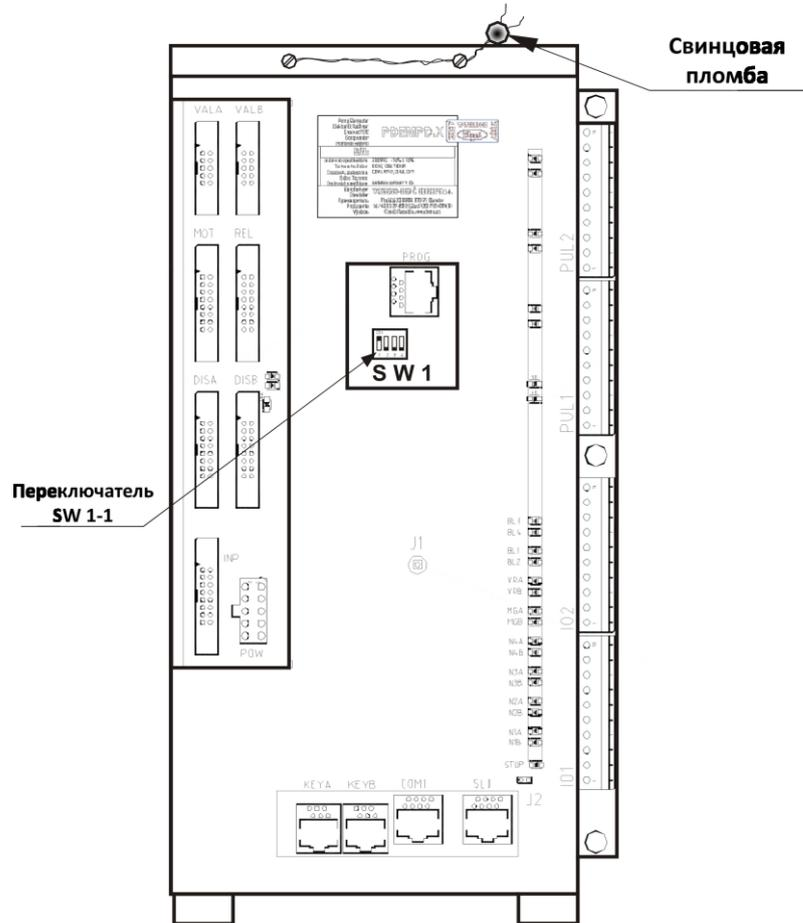

Рисунок 3.
Пломбировке подлежит также суммарный электронный счетчик ТРК, для чего фискальный переключатель (SW1-1) блока процессора предварительно переводится положение ON (вверх - блокировка изменений метрологических параметров), а затем защитный кожух блока фиксируется специальными винтами с отверстиями и пломбируется. Переключатель SW1-2 при переводе в верхнее положение (ON) блокирует возможность изменения основных конфигурационных и настроечных параметров электроники по линии данных; переключатель SW1-3 не задействован; переключатель SW1-4 в положении ON производит инициализацию параметров при каждом включении электропитания счетчика. Необходимость перевода переключателей SW1-2, SW1-4 определяется изготовителем ТРК (рис.3)